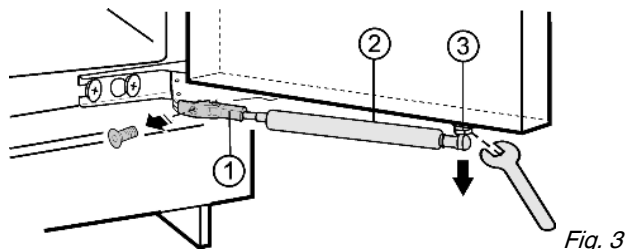

Fig. 3
- Dévisser le support Fig. 3 (1).
- Dévisser le pivot à rotule Fig. 3 (3) ensemble avec l'amortisseur de fermeture Fig. 3 (2) de la porte et le mettre de côté.